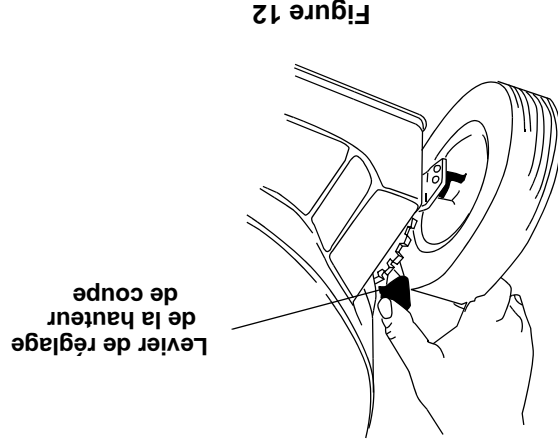

Figure 12
- Pour accroître la hauteur de coupe, poussez le levier vers l'avant de la tondeuse pour les roues arrière (voir Figure 12).